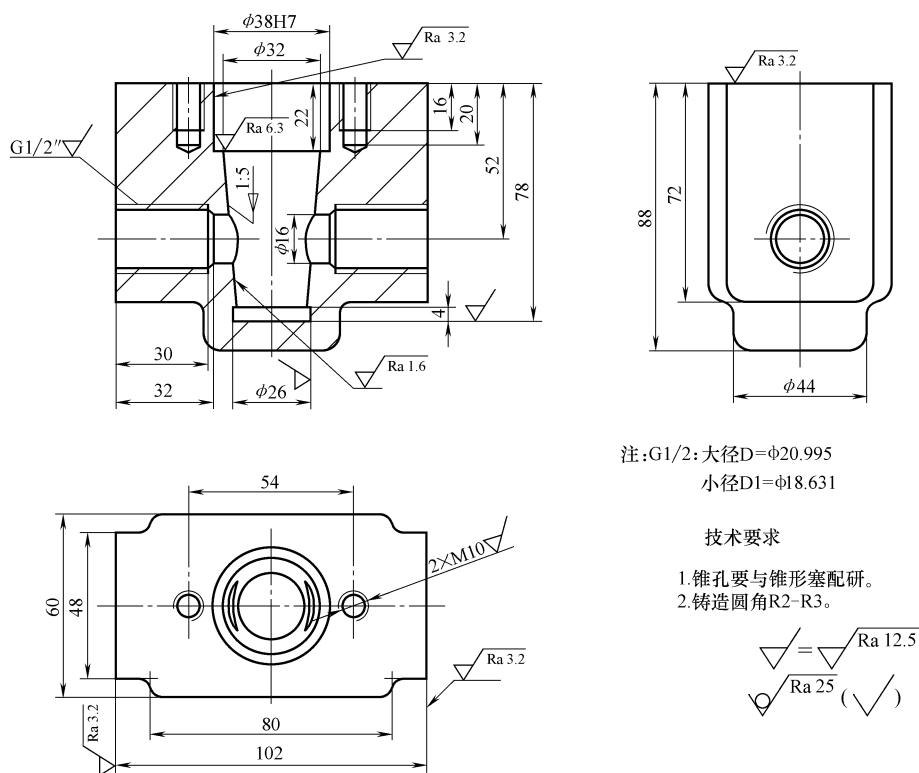

图 4-181 阀体零件 2
(9) 根据图 4-181 所示的尺寸图创建阀体的立体图，文件名为“xiti4-2-9.prt”。